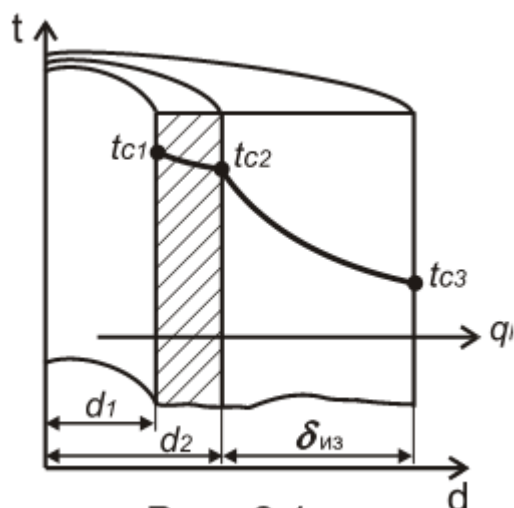

Рис. 2.1
5. Стальной трубопровод горячей воды диаметром $d_1/d_2 = 190/200$ мм покрыт слоем изоляции толщиной $\delta_{из} = 50$ мм (рис. 2.1), коэффициент теплопроводности трубы $\lambda_1 = 50$ Вт/м·К, изоляции $\lambda_2 = 0,08$ Вт/м·К. Температура на внутренней поверхности трубы $t_{c_1} = 150$ °С, а на наружной поверхности изоляции $t_{c_3} = 50$ °С. Найти тепловые потери с 1 м трубопровода и температуру на границе соприкосновения изоляции и трубопровода.